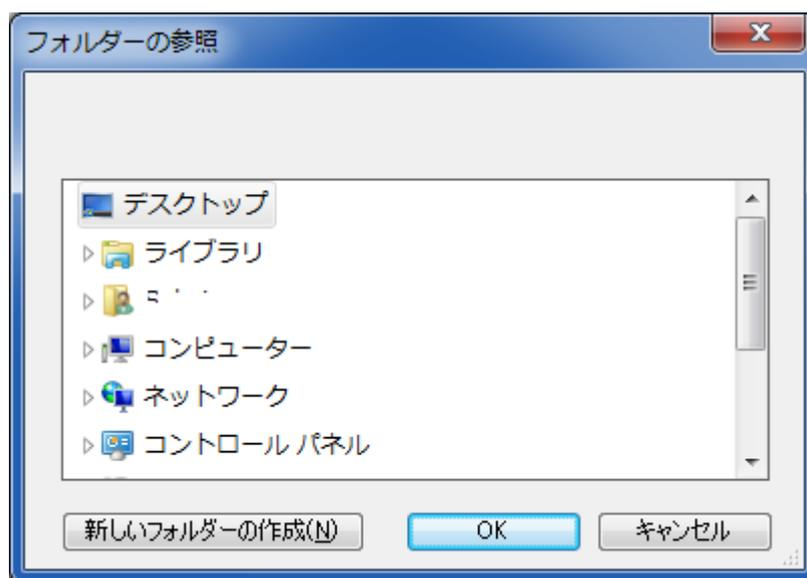

図 4-12 ブラウザ画面
- ・この場合、画面上段の「Where Data will be saved」に保存するフォルダ名を記入するか、「Ref.」⑩ボタンをクリックし、ブラウザ(図 4-12)からフォルダを選択するか、または新しく作成します。